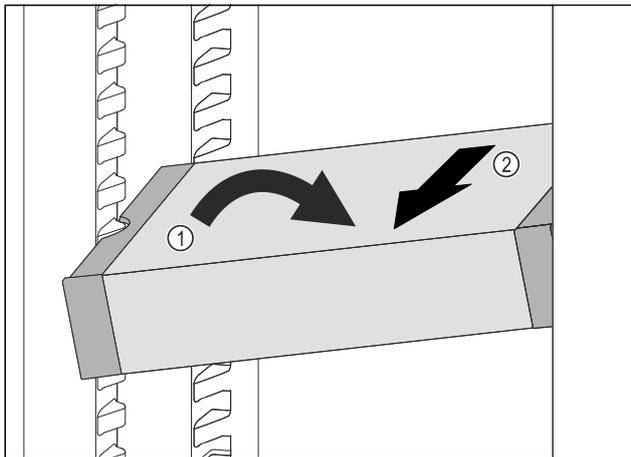

Fig. 110
- ▶ 在冷藏区中倾斜 VarioSafe。 Fig. 110 (1)
- ▶ 向前取出 VarioSafe。 Fig. 110 (2)